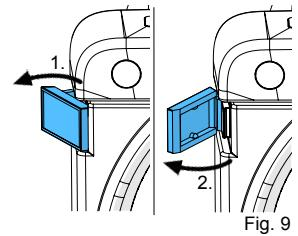

Fig. 9
- Desfaceti incuietorile usii (Fig. 9).
- Scoateti cheia Allen (22) din suport.
- Scoateti protectia (15).
- Slabiti surubul de fixare (16), si scoateti discul.
- Positionati un nou disc pe cuiul spintecat (17).
- Deschideti incuietorile usii (Fig. 9), scoateti usa si puneti-o deoparte.
- Insurubati unealta de desurubat (11) in flansa (23) pana la iesirea flansei.